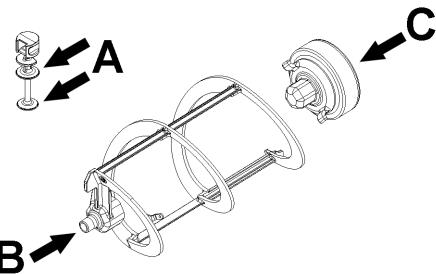
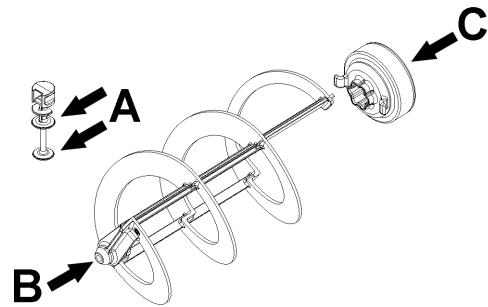

Bild 19
Bild 20
- 2** Den Kolben des Zapfhahns, den Sechskantanschluss und den Rührarm an den in (Bild 19) (B-Frozen 6) o (Bild 20) (B-Frozen 10) gezeigten Punkten schmieren, dabei ausschließlich das dem Gerät mitgelieferte Schmierfett oder andere Fette verwenden, die den Vorschriften der Nahrungsmittelindustrie